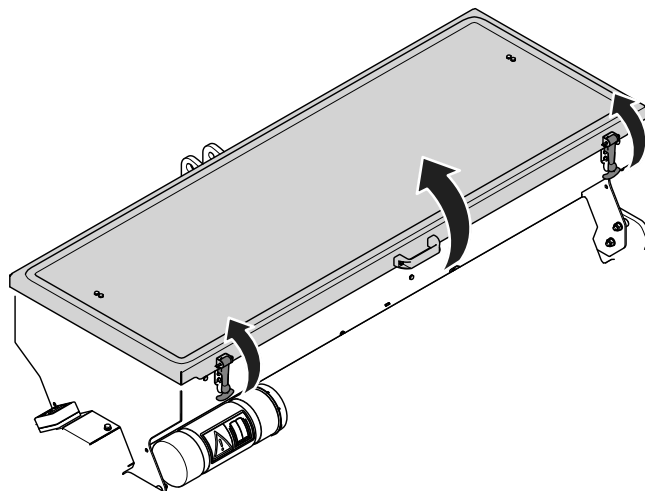

Figura 10
- Para abrir la tapa de la tolva, abra los tiradores de goma y utilice el asa de la tapa para levantar la tapa (Figura 10).